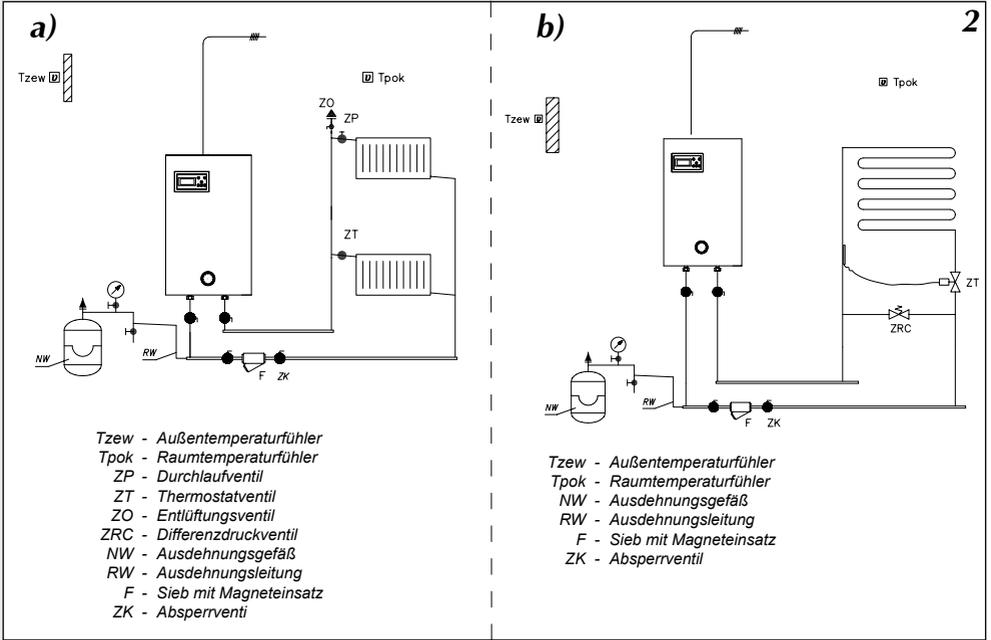
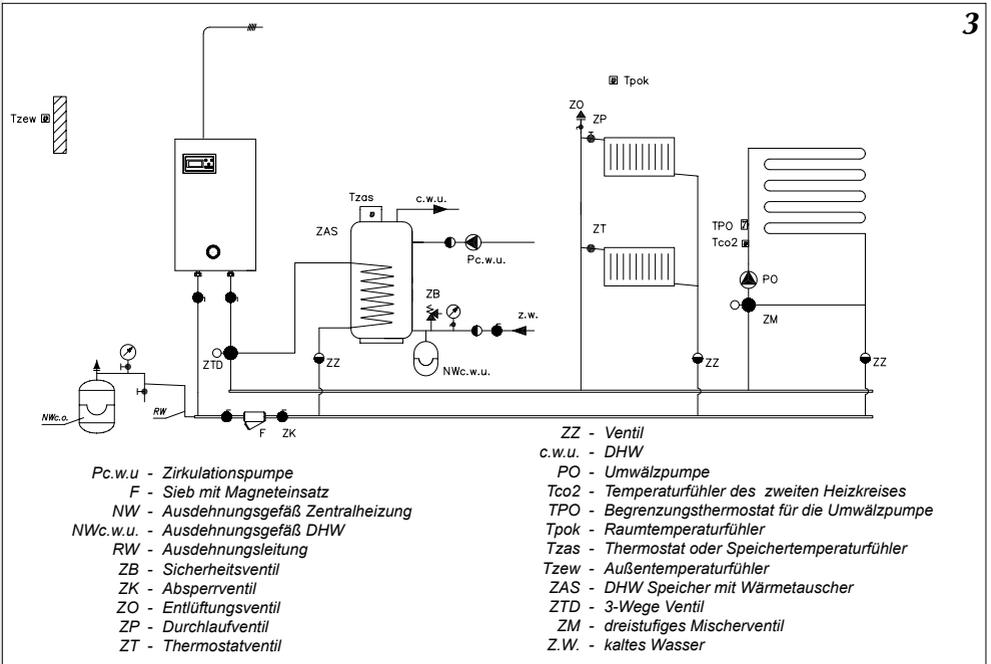
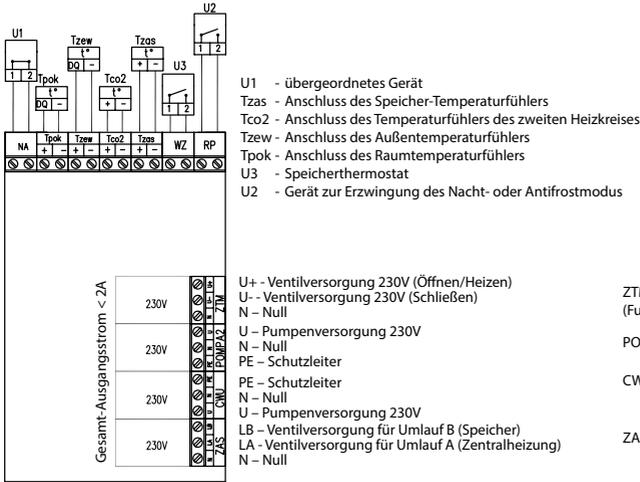

Abb.2 Beispiel für eine Zentralheizungs-Installation
Abb.3 Beispiel für eine Zentralheizungs-Installation - Heizkörper, Fußbodenheizung, Speicher, DHW Kreislauf
Abb.5 Anschließen externer Geräte an das ZIO Modul
2. Den Kessel an die mit Sperrventilen ausgestattete Zentralheizungsanlage anbringen (Abb. 2 und Abb. 3).
- NA Eingang für ZIO-Modul muss überbrückt werden (siehe Abbildung 5)
Der Kessel kann je nach Bedarf mit zusätzlicher Ausrüstung und weiteren benötigten Sensoren ausgestattet werden (Abb. 5).
Der Kessel kann die Brauchwasserpumpe steuern. Ob die Pumpe ein- oder ausgeschaltet ist, abhängig von dem ausgewählten täglichen Programm (1 Schritt = 1h). Auf diese Weise können Sie zum Beispiel die Brauchwasserpumpe über Nacht abschalten. Die Pumpe ist mit dem ZIO Modul verbunden, wie in der Abb. 5 (Seite 8) gezeigt wird. Die Pumpe wird mit 230V versorgt.
Der ZTM-Anschluss auf der ZIO22 Platine Abb.5 wird verwendet, um das Mischventil mit dem Antrieb Dreiwege-Mischer des zweiten Heizumlaufs zu verbinden (Abb. 3 ZM Ventil). Dieser Heizumlauf muss angepasst sein mit niedrigeren Leistungsparametern zu arbeiten als der Kesselkreis. Wenn beispielsweise der Kesselkreis so eingestellt wird, dass er eine maximale Temperatur von 85 Grad liefert (Siehe „Service-Menü“ Parameter: WChG, WChG2, Tcomax i Tc2max), kann der zweite Heizkreis verwendet werden um die Fußbodenheizung mit einer maximalen Temperatur von 60 Grad zu beheizen. **In diesem Fall ist es absolut notwendig eine zusätzliche Sicherheitseinheit einzubauen die vor einer zu hohen Temperatur des zweiten Heizkreises schützt.** Zur Messung der Temperatur des zweiten Heizkreises wird ein Sensor Typ WE-008 verwendet.
Am ZIO Modul Abb. 5 (Seite 8) befindet sich ein RP Eingang, dessen Überbrückung bewirkt die Aktivierung des Antifrost- oder Nachtmodus. Die entsprechende Auswahl wird im Service-Menü vorgenommen. So wie beim NA Eingang, darf auch hier keine Spannung angeschlossen werden!